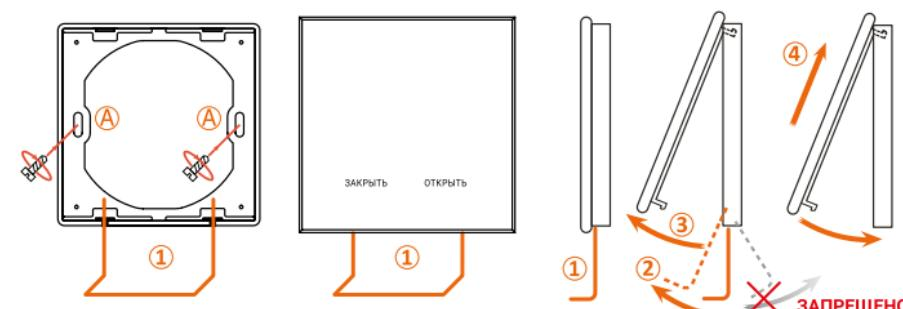

Рис. 1. Монтаж, установка и снятие сенсорного радиопульта
Закрепите на стене специальную пластиковую рамку с помощью двух саморезов в отверстия (A) рис. 1 или приклейте ее на ровную поверхность с помощью двухстороннего скотча (входит в комплект).